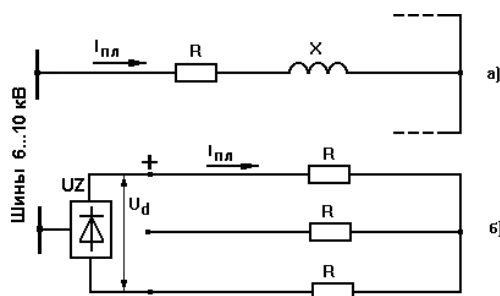

Рис. 1.1. Принципиальные схемы плавки гололеда переменным (а) и постоянным (б) током
**Методические указания к решению задачи.** Принципиальные схемы плавки гололеда переменным и выпрямленным током приведены на рис. 1.1. При плавке гололеда переменным током (рис. 1.1,а) ВЛ подключается к шинам 6 . 1 0 кВ непосредственно. При плавке гололеда выпрямленным током (рис. 1.1,б) ВЛ подключается к шинам 6 . 1 0 кВ через выпрямитель UZ. В обоих случаях на другом конце провода ВЛ замыкаются накоротко.
*Плавка гололеда выпрямленным током (рис. 1.1,б).*